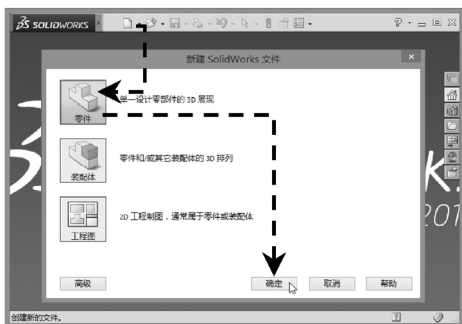

图 2-4 新建“零件”类型的文件
STEP 1 启动 SolidWorks 2014 后, 单击“新建”按钮 (或者选择“文件”>“新建”菜单), 打开“新建 SolidWorks 文件”对话框, 然后单击“零件”按钮, 再单击“确定”按钮 新建一零件类型的文件, 如图 2-4 所示。